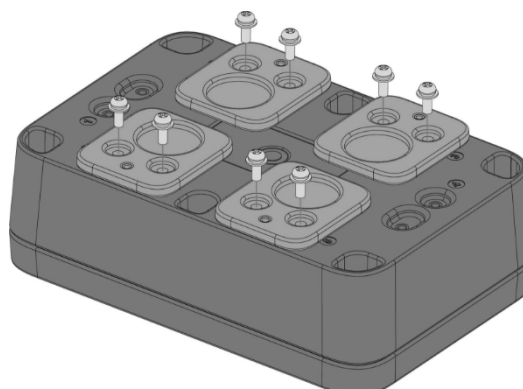

Abbildung 31: Befeſtigung der Magnethalterung am Gehäuse
2. Befeſtigen Sie die mit dem Buchſtaben G gekennzeichnete Magnethalterung mit einer (1) bis acht (8) M3*8-mm-Kopfschrauben mit Unterlegscheibe am WisBlock Unify-Gehäuse. Platzieren Sie sie an den feſten Positionen 1 bis 6 des Gehäuses, wie in **Abbildung 31** dargestellt.